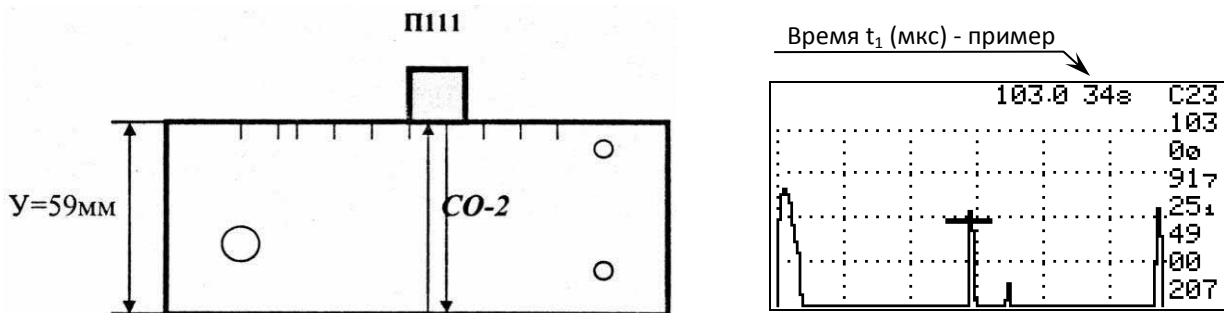

Рисунок 77 – Настройка координаты «У» для ПЭП типа П111.
6.2.2.2 Предварительно выставить параметры усиления, строга и развёртки дефектоскопа (см. рисунок 77).
6.2.2.4 Найти первый донный эхо-сигнал на стандартном образце СО-2 (см. рисунок 77) и довести уровень его амплитуды до середины экрана, зафиксировав момент, когда устойчиво загорится красный светодиод на передней панели дефектоскопа.
6.2.2.8 Проверить показания «У» (измеренной толщины), сравнив с фактической толщиной образца СО-2, соблюдая требования амплитудных измерений п. 6.2.2.4 (см. рисунок 77). Измеренная и фактическая толщина должны совпадать с погрешностью  $\pm 0.1$  мм.